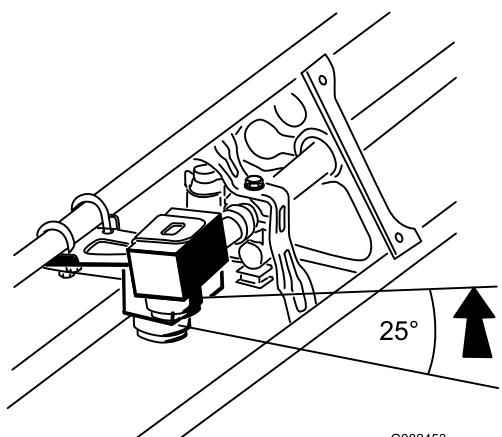

Figura 3
4. Ruotate il sensore e il tubo di protezione verso l'alto in modo da posizionarli a un angolo di circa 25 gradi sopra la linea parallela al suolo, quindi serrate tutti i dadi di bloccaggio sui bulloni a U per fissare il sensore e il tubo di protezione (Figura 3). Completata la regolazione, il tubo di protezione dovrebbe trovarsi sopra il sensore.